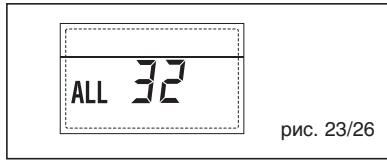

рис. 23/26
- НЕПОЛАДКА СВЯЗИ ПЛАТЫ RS-485 В РЕЖИМЕ MODBUS "ТРЕВ. 33" (рис. 23/27)